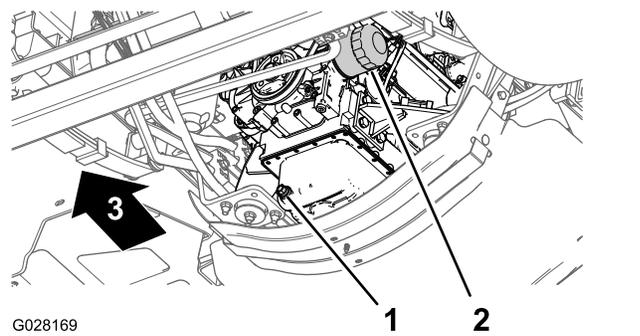

Рисунок 75
3. Поместите сливной поддон под масляный фильтр двигателя (Рисунок 75).
4. Снимите старый масляный фильтр (Рисунок 75).
8. Установите масляный фильтр на переходник фильтра и поворачивайте его по часовой стрелке, пока резиновая прокладка не войдет в контакт с переходником фильтра, после чего затяните фильтр, повернув его еще на 1/2 оборота (Рисунок 75).
1. Подставьте под пробку сливного отверстия сливной поддон (Рисунок 75).
- Снимите сливную пробку и дайте маслу полностью стечь (Рисунок 75).